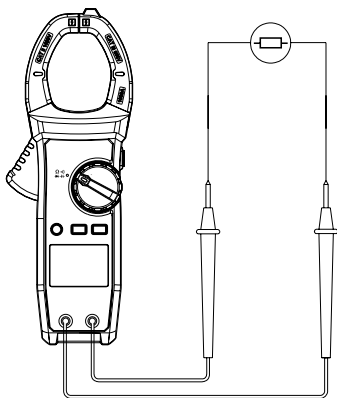

Рис. 8 Измерение сопротивления
- 2) Установите переключатель на « $\Omega$ »), нажмите SELECT, чтобы выбрать измерение сопротивления  $\Omega$ , подсоедините щупы тестовых проводов к выводам тестируемого элемента (см. рис. 8).